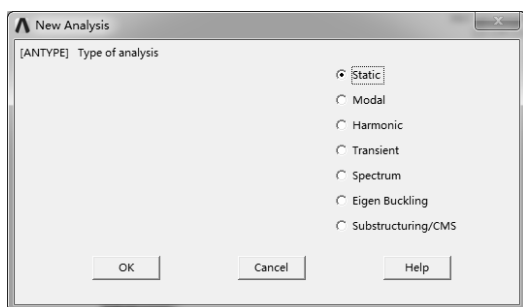

图 9-116 “New Analysis” 对话框
1) 选择 “Main Menu>Solution>Analysis Type>New Analysis” 命令，弹出 “New Analysis” 对话框，选中 “Static” 选项，如图 9-116 所示。单击 “OK” 按钮确认。